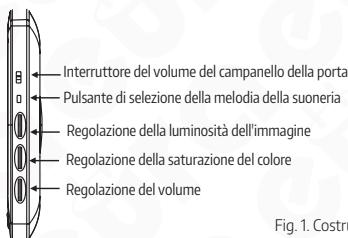

Fig. 1. Costruzione dello schermo
- Collegare la spina dell'alimentatore alla presa di corrente (Fig. 1).
- Sul retro dell'involucro dello schermo ci sono 4 fori (Fig. 1) per appendere questo modulo al telaio di montaggio. Appendere delicatamente il monitor al telaio, seguendo la direzione segnata dalla freccia in (Fig. 3c), in modo che tutte e 4 le staffe del telaio siano nei fori dell'involucro.